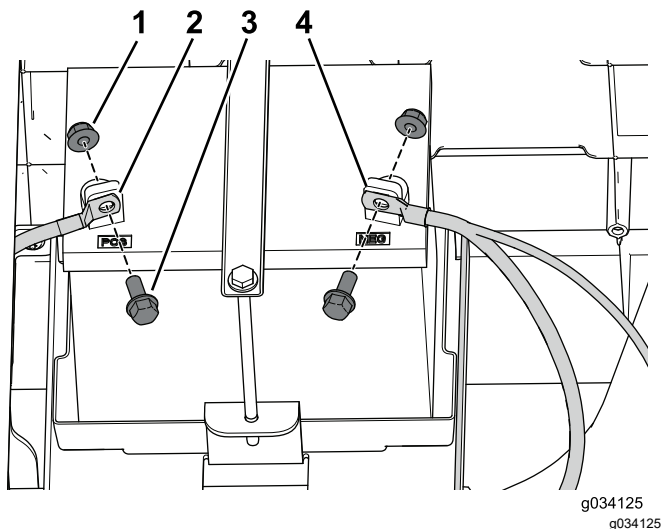

Bild 10
5. Klemmen Sie das Minuskabel (-) und dann das Pluskabel (+) von der Batterie ab, wie in Bild 10 abgebildet.